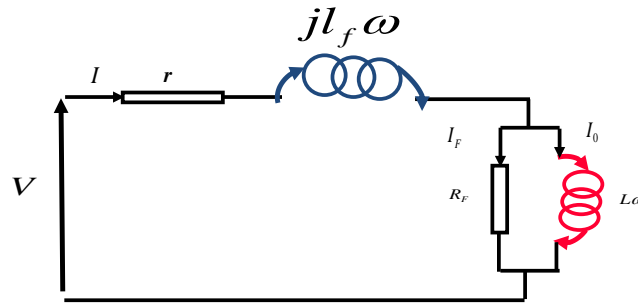

Figure 7 : Modèle électrique équivalent d'une BNF
- **Modèle électrique équivalent d'une BNF (Figure 7).**